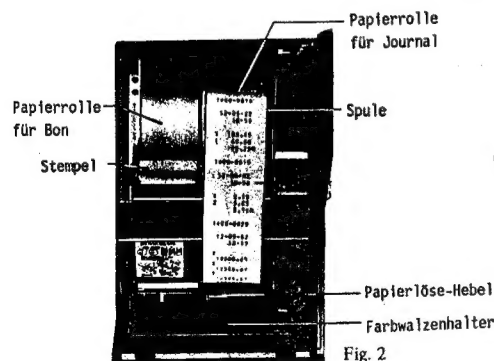

Fig. 2
6. Führen Sie den Papieranfang in die dafür vorgesehenen Papierführung im Druckwerk ein, siehe Abb.2.